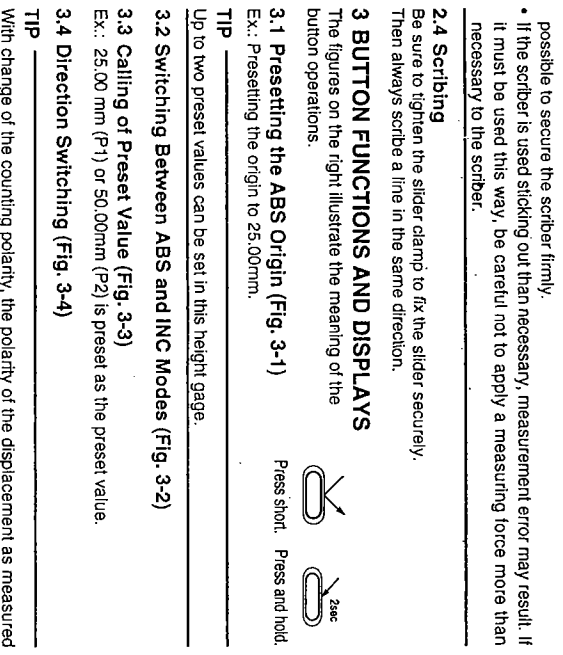

Fig. 3-5
3.5 Holding the Display and Data Output (Fig. 3-5)
3.5 Maintien de l'affichage et sortie des données (Fig. 3-5)